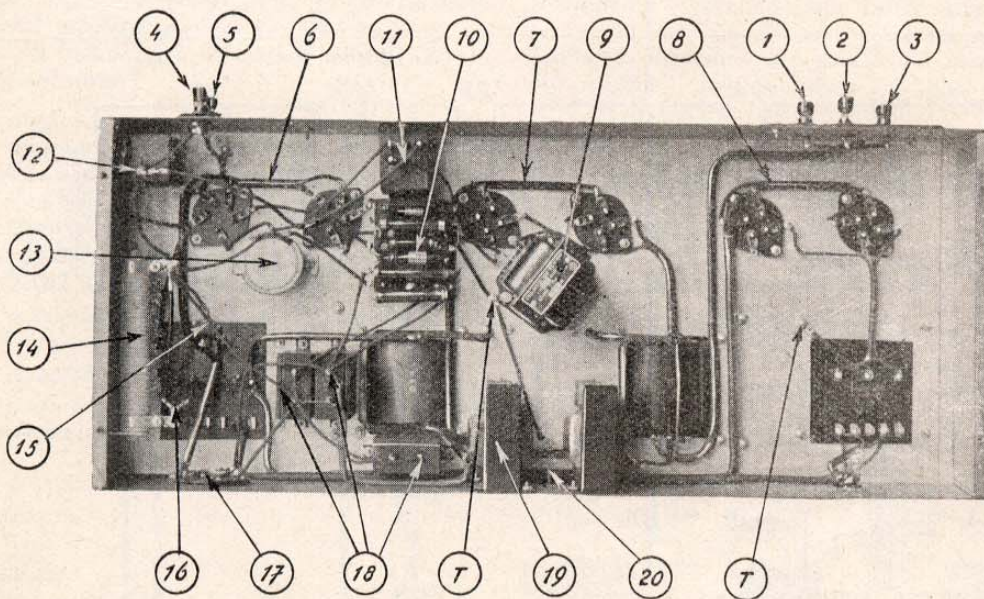
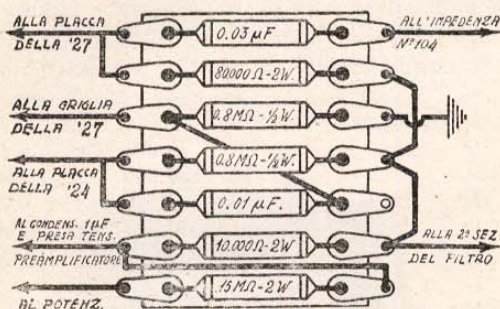

FIG. 11. - Vista inferiore dello chassis dell'amplificatore G. 15-A.
FIG. 12 - La piastrina di supporto delle resistenze e condensatori
stata dalla sua posizione primitiva e sostituita con un'altra dalle stesse caratteristiche ma schermata (N. 104). La posizione di questa è molto critica nei riguardi del livello di ronzio all'uscita, e consigliamo perciò di attenersi scrupolosamente a quanto mostrato dalla fotografia a fig. 11.
S'inizierà il montaggio degli zoccoli, ricordando che le prese dei filamenti devono essere orientate verso la fronte anteriore dello chassis (fig. 11 - N. 6-7-8). Si monteranno poi le piastrine coi relativi morsetti di entrata e di uscita e il morsetto di terra (figura 11 - N. 1-2-3-4-5) e sotto uno dei dadi di fissaggio della piastrina di entrata verrà fissato un terminale per i collegamenti a
terra, interponendovi una ranella spaccata per migliorare il contatto. Poi si fisseranno i due blocchi di condensatori 3×1 MF (N. 11-12), e i tre condensatori da 1 MF-1500 V. (N. 18). Il potenziometro (13) nel cui perno si sarà praticato preventivamente un taglio per l'introduzione del cacciavite, verrà montato mantenendolo isolato mediante le ranelle di ebanite sull'apposito supporto metallico; l'insieme sarà poi fissato allo chassis. Converrà ora raddrizzare lo chassis e fissare il trasformatore 215, l'impedenza 319, i due blocchi 2 MF-2000 V., il trasformatore di uscita 348 S, il trasformatore 216; sotto un dado di quest'ultimo verrà stretto un terminale per i collegamenti a massa (fig. 11-T). Poi si fisserà l'impedenza 104 (9) fissando sotto un dado un altro terminale per i collegamenti a terra; poi le due impedenze (19), lo zoccolo per la presa delle tensioni per il preamplificatore, la resistenza 750 Ohm/10 W che verrà fissata mediante le apposite squadrette. Si fisserà poi la basetta di supporto delle resistenze e condensatori (10) in cui si saranno saldate preventivamente le parti componenti secondo lo schema della fig. 12.